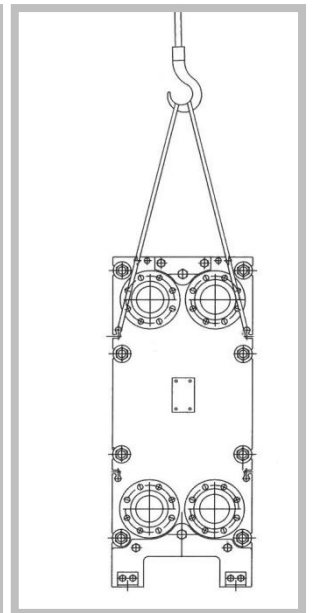

Figure 27
4. Posez l'ECP prudemment sur les pieds de l'appareil (Figure 27).